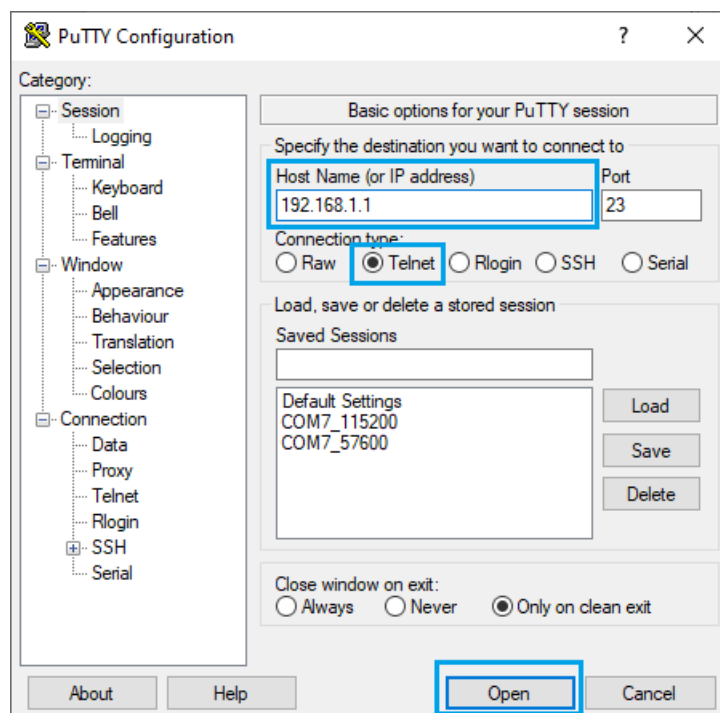

Рисунок 2.2.6 – Установка параметров
- 6 Откройте соединение «**Open**» (рисунок 2.2.6).